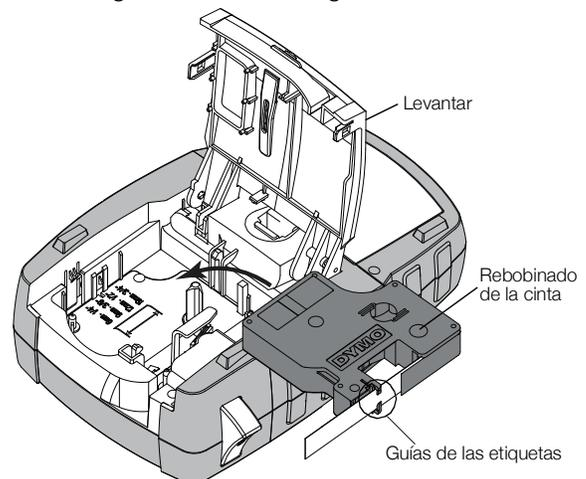

Imagen 5
- 3 Inserte el cartucho con la etiqueta y la cinta colocadas entre las guías. Consulte Imagen 5.